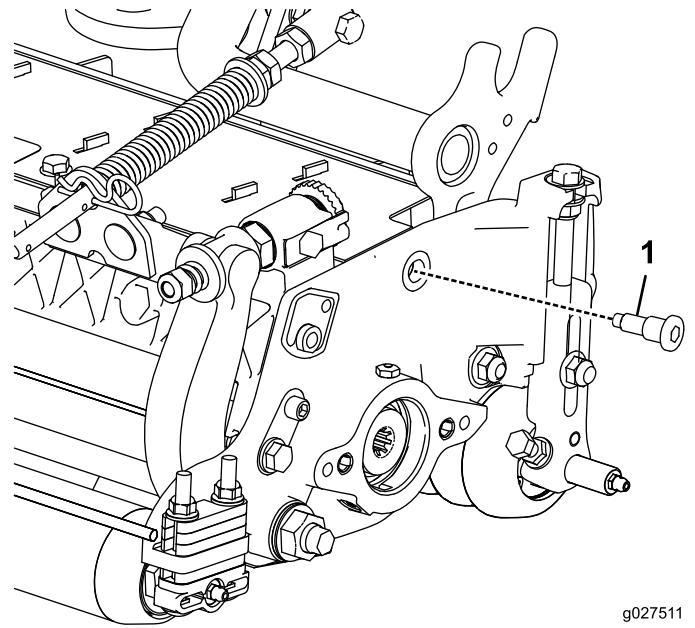

图 22
1. 安装滚筒马达前请如 图 22 所示用全新轴肩螺栓 3/8 x 0.58 英寸更换原有轴肩螺栓。